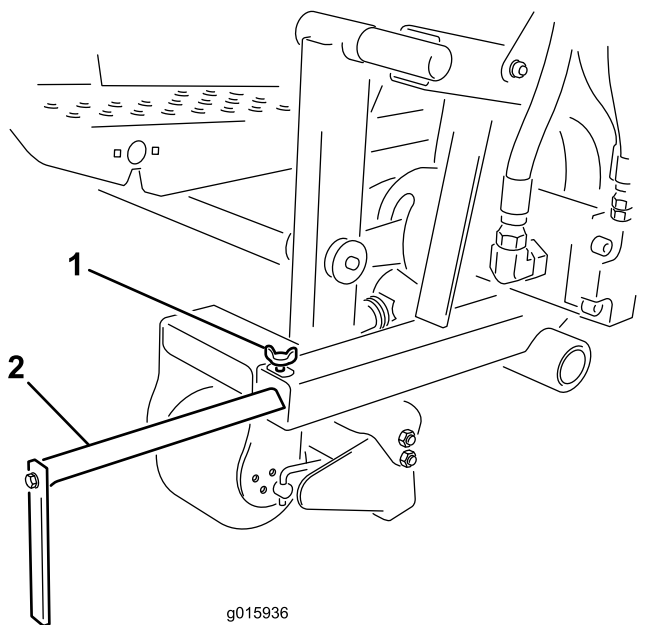

Figura 11
Afloje el tornillo de ajuste y mueva la guía de alineación a la posición deseada (Figura 11).
1. Afloje el tornillo y ajuste la guía de alineación hacia adelante o hacia atrás a la posición deseada (Figura 11).